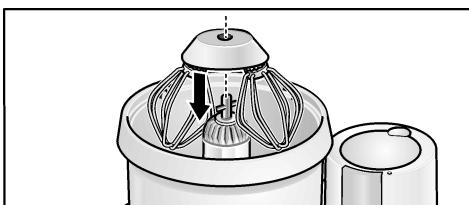

Figura 6
4. Coloque y trabe el batidor doble en el eje motriz del cuenco mezclador, según se muestra en la figura 6.